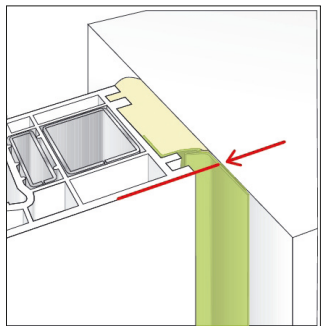

Fig 3
4. Dra av skyddsfolien på butylsidan och fäst butylremsan mot väggen så att den linjerar med fönsterkarmen (fig. 3). På mycket porösa ytor bör illbruck Butylprimer ME902 & ME904 användas för att få bättre fäste mot underlaget.